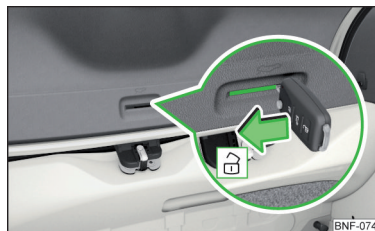

Fig. 162
- Inserire la chiave del veicolo nella fessura del rivestimento del portellone » fig. 162 sino ad arresto completo.